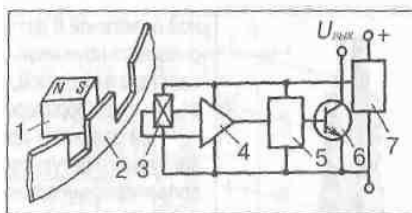

Рисунок 23.1 – Схема датчика импульсов напряжения (датчика Холла)
1. Внимательно прочитайте учебный материал, сопоставляя содержание текста со схемой (Рисунок 23.1).